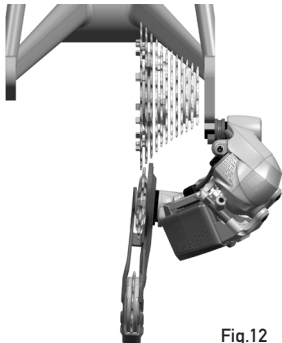

Fig.12
- posizionando il cambio sul pignone più grande, osservandolo dalla parte posteriore, si nota che il bilanciere presenta la parte inferiore che si avvicina eccessivamente ai raggi della ruota poiché il forcellino attacco cambio si è probabilmente piegato (Fig. 12).